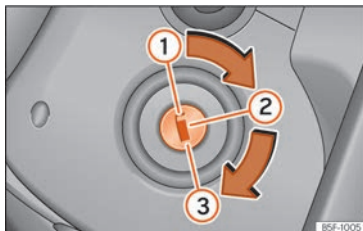

**Fig. 215** Posizioni della chiave di accensione.
In questa posizione »» **fig. 215 ①** sia il motore che il quadro sono spenti e si può inserire il bloccasterzo.
- Girare la chiave di accensione fino alla posizione di avviamento » **fig. 215 (3)**.
- Girare la chiave fino alla posizione » **fig. 215 (2)**. La spia  si accenderà nel caso di preincandescenza del motore.
- Girare la chiave fino alla posizione »» fig. 215 ①.
- Estrarre la chiave di accensione dalla posizione »» fig. 215 ① »» ⚠.